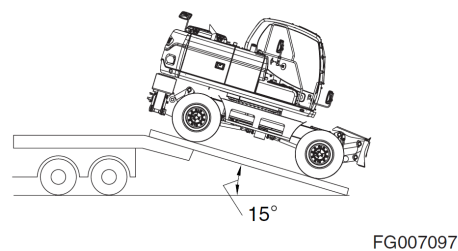

Рис. 4
5. Машина не требует демонтажа при стандартной транспортировке по дорогам. При необходимости демонтировать стрелу и рукоять противовеса утяжелит заднюю часть машины. При погрузке следует подавать машину на трейлер так, чтобы задняя часть экскаватора с противовесом оказалась на пандусе сначала. (Рис. 4)